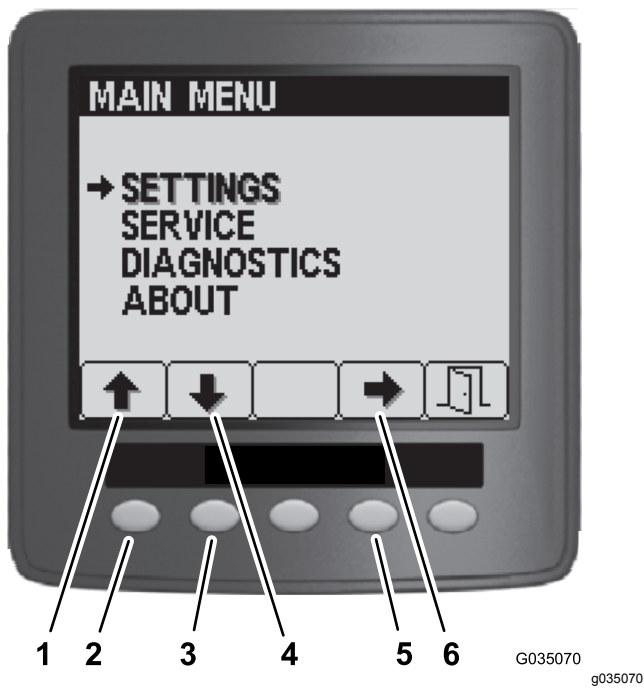

図 96
3. メインメニュー画面から、ボタン1または2を押して「設定」Settingsメニューが出たらボタン4で設定メニューに入る 図 96。